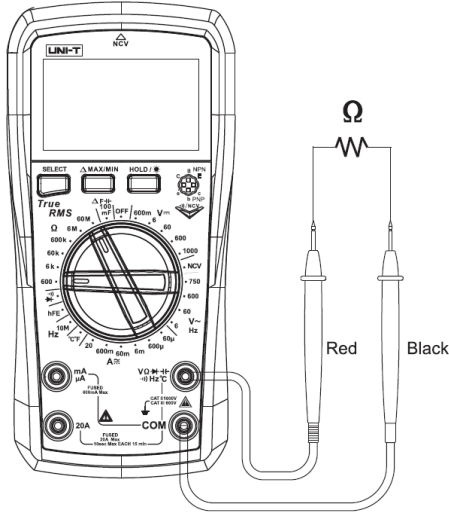

Рисунок 3.
**2. Измерение сопротивления (Рисунок 3)**